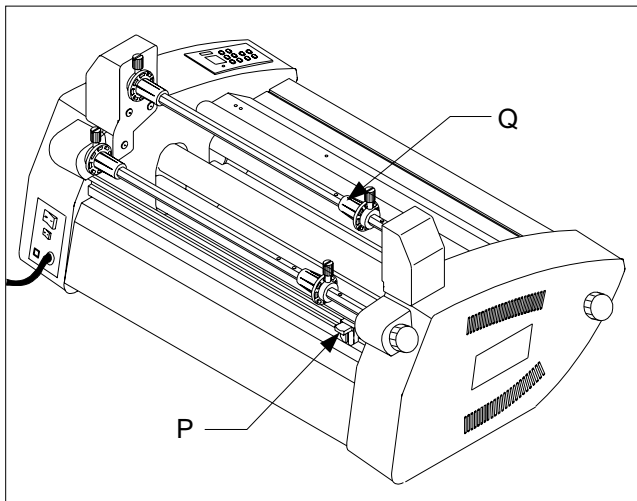

Fig. 8
P. REAR SLITTER: Used to cut off the laminated web, (Figure 8).
Q. TAKE UP ASSEMBLY: Rewinds the release liner of the pressure sensitive films, mounting films and used foil. Comes standard on the Catena 105 and 65 models (Figure 8).
Zum Abtrennen der laminierten Bahn (Abb. 8).
Q. AUFNAHME: Zum Aufrollen der ablösbaren Schicht an selbstklebenden Folien, Aufziehfolien und verbrauchten Folien. Standardausrüstung im Modell Catena 105 und Catena 65 (Abb. 8).
P. ACHTERSTE AFNIJRAND: Deze wordt gebruikt om de gelamineerde baan af te snijden (zie afb.8).
Hiermee wordt de losconstructie van de drukgevoelige films, de opplakfilms en de gebruikte folie teruggedraaid. Standard op de Catena 105 en 65 (zie afb. 8).
P. MASSICOT ARRIÈRE: utilisé pour couper les lés de film réceptionnés en sortie de plastifieuse (Figure 8).
permet de rembobiner la feuille protectrice des films de plastification à froid, des films de montage et des feuilles métal. Fourni avec la plastifieuse Catena 105, en 65 (Figure 8).